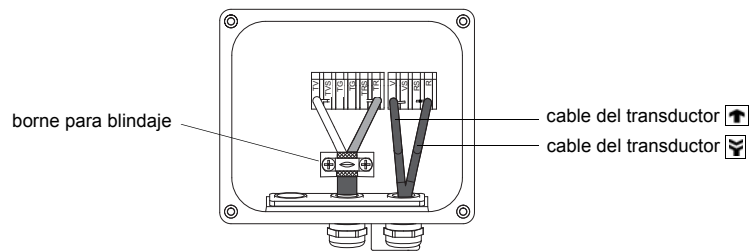

Fig. 6.6: Bornes para la conexión del cable de prolongación y del transductor
- Retirar el cable de prolongación hasta que el blindaje exterior peinado hacia atrás se encuentre debajo del borne para blindaje. El cable de prolongación deberá estar completamente aislado hasta el borne para blindaje (véase Fig. 6.6).
- Conectar los conductores del cable de prolongación en los bornes de la caja de bornes (véase Fig. 6.6 y Tab. 6.2).
Para la asignación de los bornes del cable del transductor véase Fig. 6.6 y Tab. 6.3.